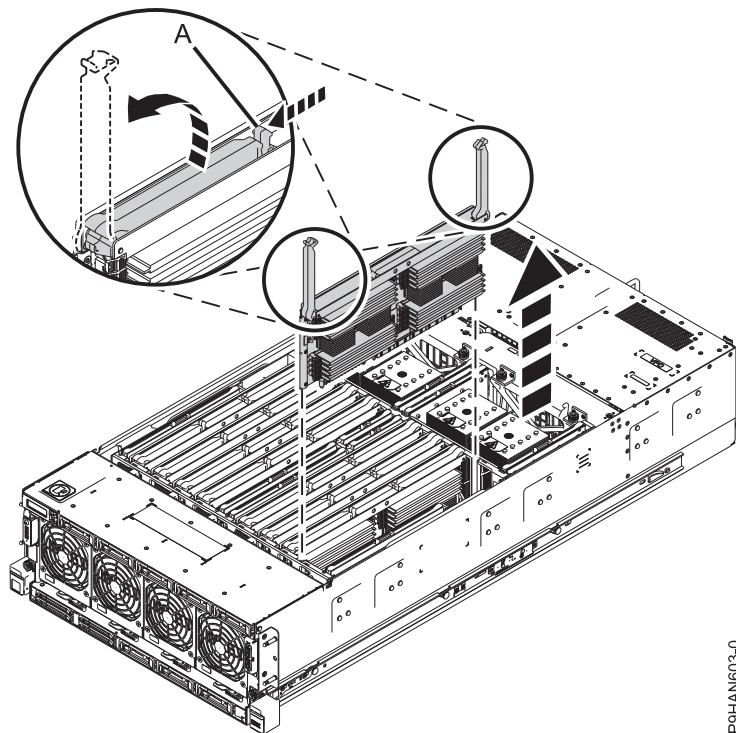

Figura 10. Removendo um riser de memória
- a. Abra as travas de liberação (**A**) no riser de memória, como mostrado na Figura 10 na página 13. Abra as travas na posição 90 graus totalmente na vertical.